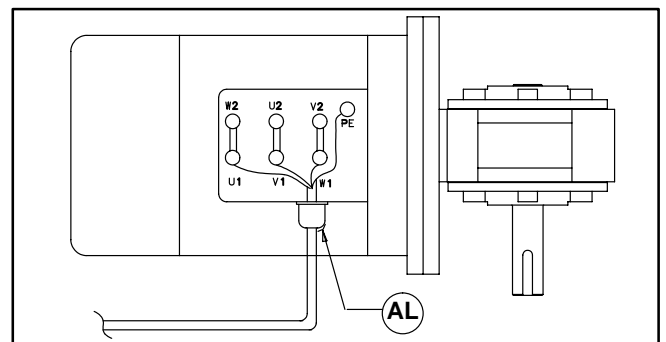

Abbildung 22
- b. Die Farben der Drahtleiter (Adern) an Klemmen U1, V1, W1 u. PE (Abbildung 22) aufschreiben. Die Klemmen U1, V1, W1 u. PE lösen und Drahtleiter (Adern) entfernen.
- c. Die Kabelklemme (AL siehe Abbildung 22) lösen und Kabel herausziehen.